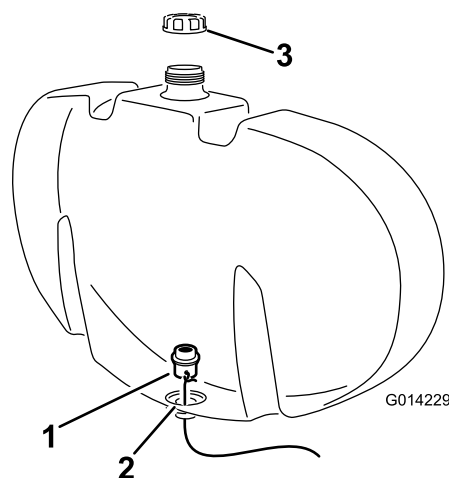

Figura 3
- E. Utilize o cabo para guiar a união do anteparo para a abertura na parte inferior do depósito (Figura 3).
- F. Mova a união do anteparo para a sua posição, certificando-se que a junta transparente encaixa na parede interior do depósito de lavagem (Figura 3).